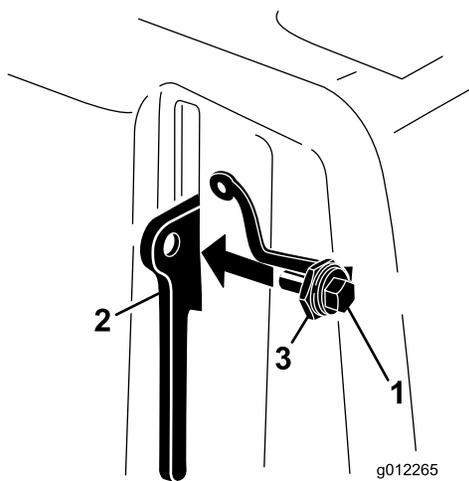

Рисунок 10
3. Закрутите болт в рычаг защелки крышки ремня (Рисунок 10).